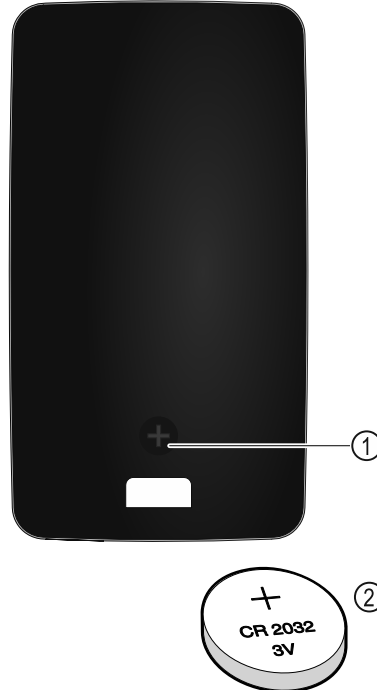

Fig. 151
Napájení dálkového ovládání proudem probíhá pomocí baterie typu CR 2032 na 3 V Fig. 151 (2), jakou lze běžně obdržet v dané prodejně.
- ▶ Vyšroubujte šroubek Fig. 151 (1) na zadní straně dálkového ovládání.